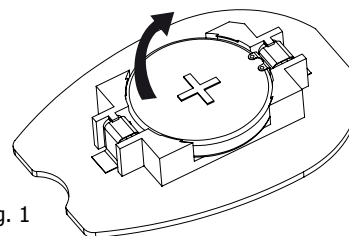

Fig. 1
- 2) Rimuovere la batteria dal suo alloggiamento senza utilizzare strumenti metallici come indicato in Fig.1